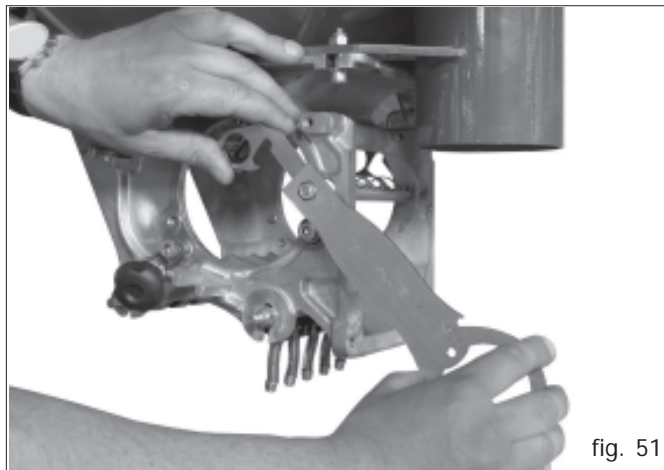

fig. 51
3) Stopmuttern M8 beidseitig mit dem beiliegenden Universalschlüssel soweit loesen, das die Messingbuchsen aus dem Sitz gezogen werden koennen. (Fig. 51).